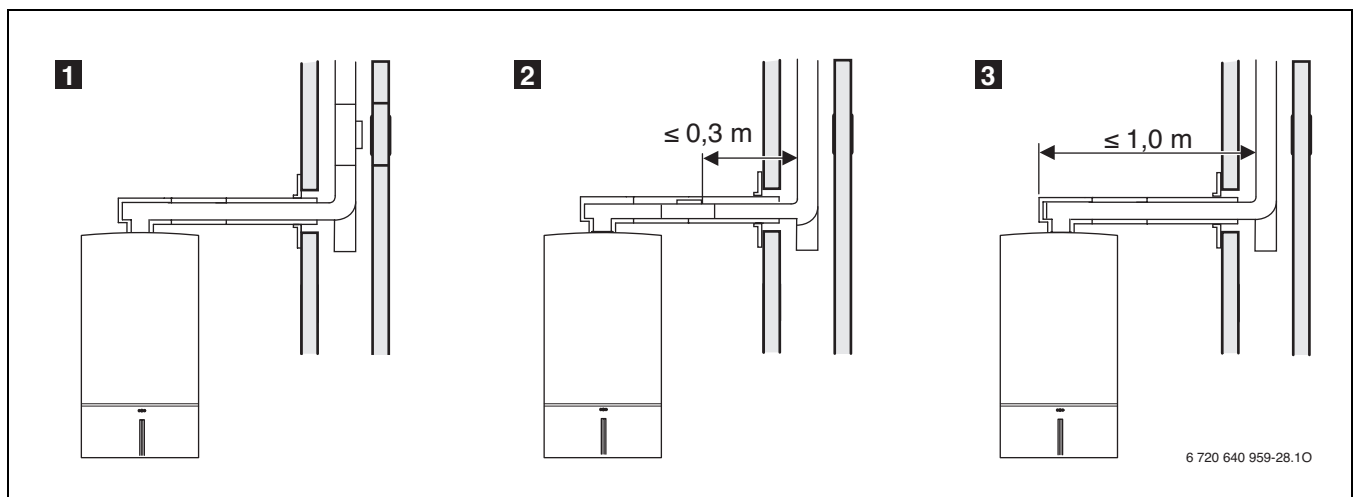

Рис. 139
**1** на вертикальном участке дымовой трубы сразу над входом соединительного участка (рис. 139);
**2** сбоку на соединительном участке на расстоянии не более 0,3 м от поворота на вертикальный участок дымовой трубы (рис. 139),
**3** на торцевой части соединительного участка на расстоянии не более 1,0 м от поворота на вертикальный участок дымовой трубы (рис. 139).